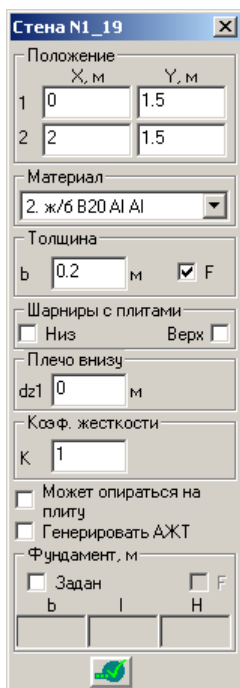

Рис.1.5.18. Окно диалога **Стена №1_19** (**Свойства элементов**)
- В открывшемся окне диалога **Стена №1_19** (рис. 1.5.18) выполните следующие действия: